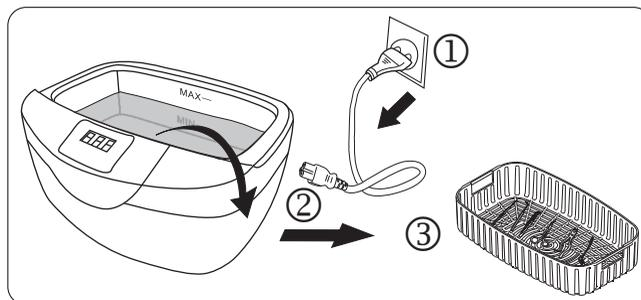

Fig. 16
- 8► Ao término do ciclo o display exibirá 000 e o processo de cavitação terminará automaticamente. Desconecte o equipamento da tomada e abra a tampa (Fig. 16).